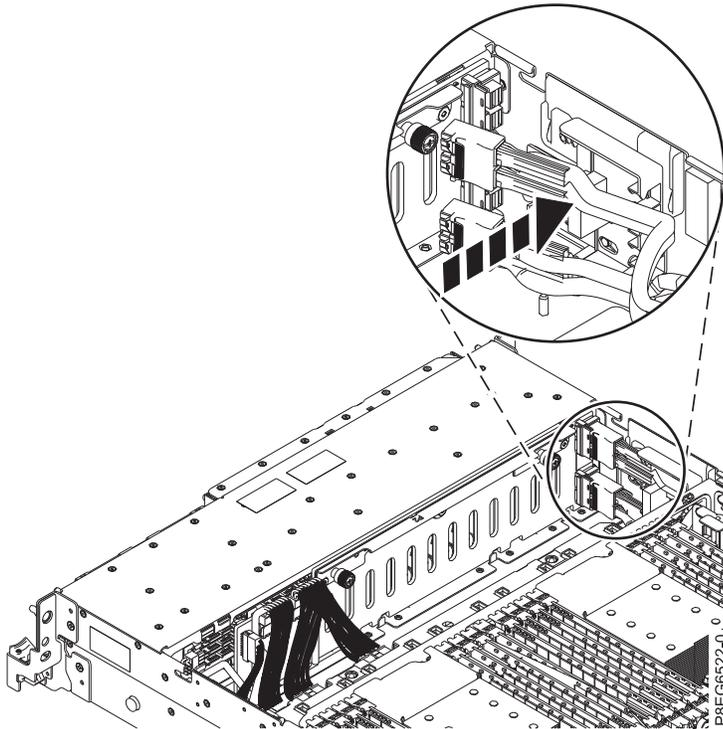

Abbildung 8. Abziehen und erneutes Anschließen der vorderen SAS-Kabel
6. Ziehen Sie das vordere SAS-Kabel aus dem Führungsblock an der Seite des Chassis und schließen Sie es erneut an (wie dargestellt in Abb. 8).